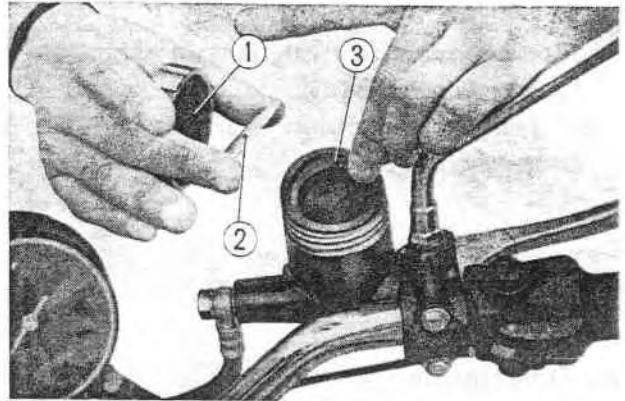

Fig. 14-14 ① Bouchon de réservoir
b. Dévisser le bouchon de réservoir et le remplir de liquide de frein SAE type 70R3 uniquement. Remettre le bouchon pour éviter l'entrée de la poussière. (Fig. 14-14)